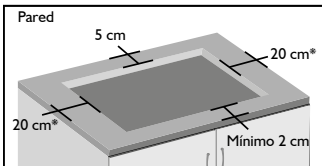

Figura 21
- La distancia mínima que debe haber entre la perforación y la pared posterior es de 5 cm, para el frente debe ser de mínimo 2 cm y para los laterales de 20 cm respectivamente, (Ver figura 21). **Nota:** La distancia a la pared trasera debe medirse desde el salpicadero del mesón.